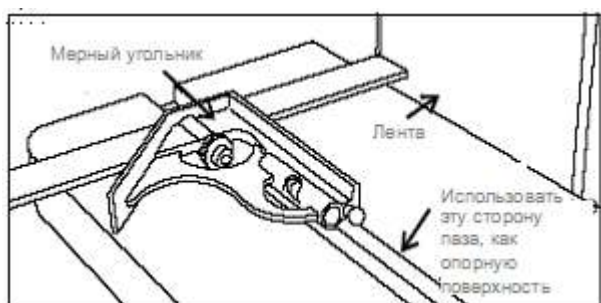

Рис. 19: Использование мерного угольника для проверки и настройки параллельности паза поворотного сегмента.
3. Приложить линейку или мерный угольник к левой или правой кромке поверхности ленты или плиты и измерить расстояние до кромки паза поворотного сегмента (Рис. 19).